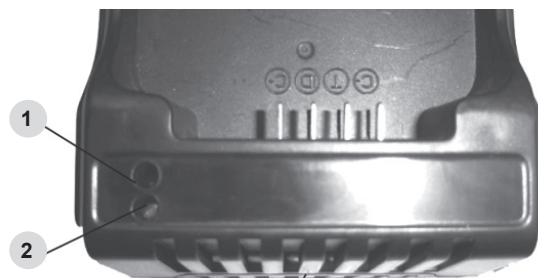

Рис.7
1. Лампочка (1) Рис.7 загорится зеленым цветом. При установке аккумуляторной батареи в зарядное устройство лампочка (2) загорится красным цветом, лампочка (1) будет гореть зеленым цветом.